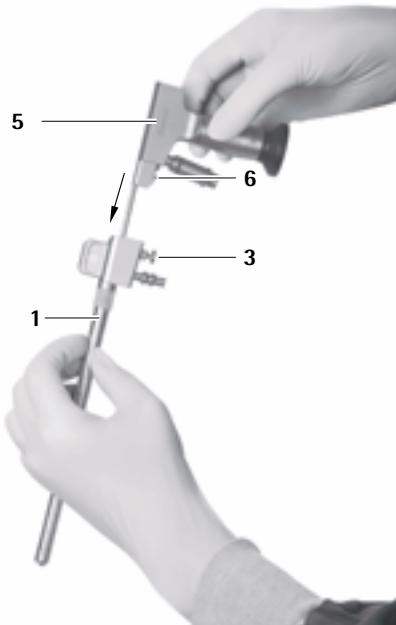
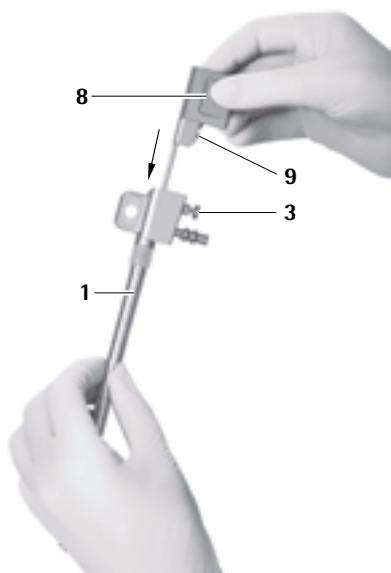

Fig. 14
Fig. 15
- ▶ Pour ce faire, vérifier que l'ergot de verrouillage 6 de l'endoscope 5 ou l'ergot de verrouillage 9 de l'obturateur pour canal d'optique 8 se trouve du même côté que le bouton de déverrouillage 3 du trocart MINOP inVent 1, voir Fig. 14 et voir Fig. 15.